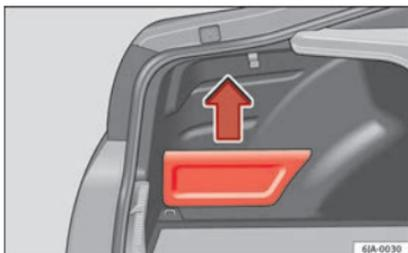

Fig. 160 Bagageira: compartimento para objetos.
- Agarre a tampa no seu lado superior e retire-a no sentido da seta » **Fig. 160**.